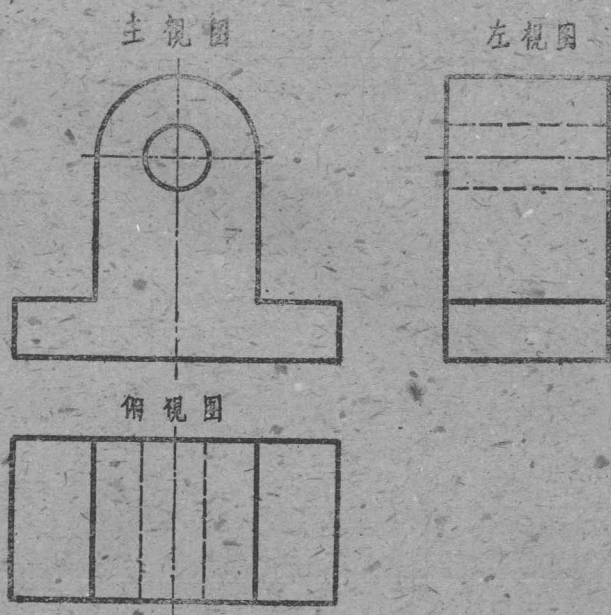

图 1—4
1. 在看图时不能只看一个图，要把有关的图对照起来看，如图 1—5 画有几个物体的两个视图，虽然它们都有一个视图相同，但它们并不是同样的物体，从另一个视图就可以看出它们是有着不同形状的。因此，必须把两个视图联系起来看，才能